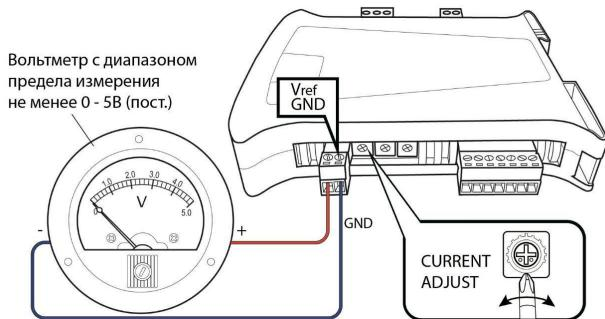

Рисунок 3. Подключение вольтметра для установки максимального тока двигателя.
6. Потенциометром «CURRENT ADJUST» установите значение максимально потребляемого двигателем тока по вольтметру, подключенному к клеммам «GND» и «Vref» в соответствие с рис. 3. Установка тока двигателя Ilim осуществляется согласно соотношению: